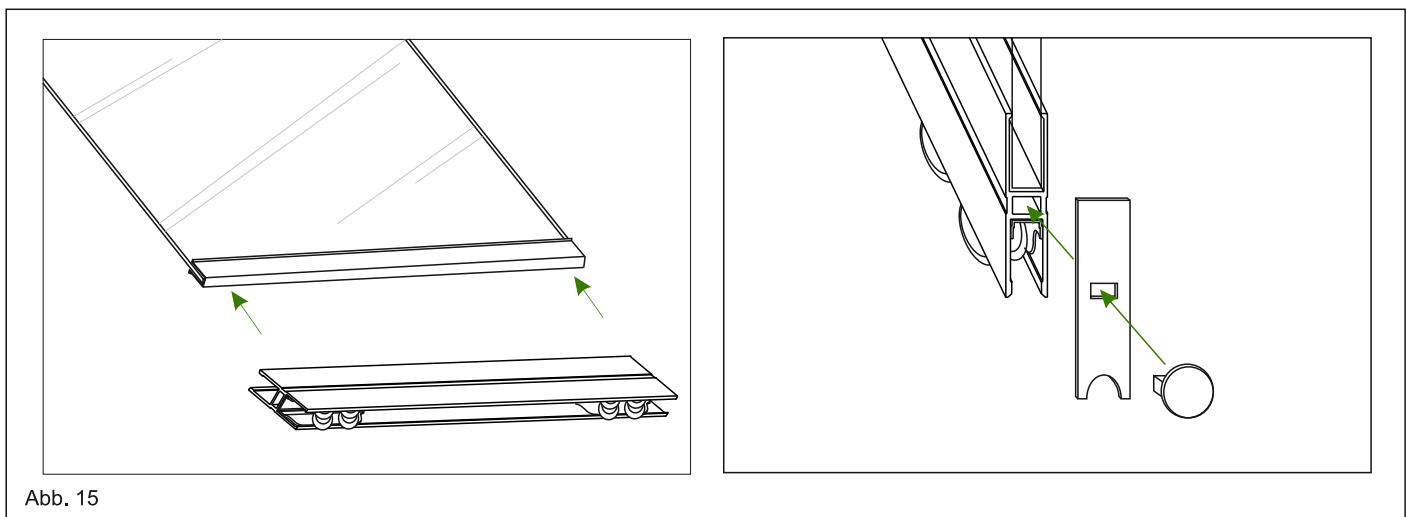

Abb. 15
2. Bevor Sie die H-Profile an die Scheiben anbringen, befeuchten Sie die Gummidichtung mit Seifenwasser. Schieben Sie die H-Profile senkrecht auf die Gummidichtung und klopfen Sie diese mit einem Gummihammer fest. Bringen Sie nun die Abdeckung mit dem Gummistopper an das H-Profil mit dem gewölbten Ende nach unten zeigend an. Siehe Abb. 15.